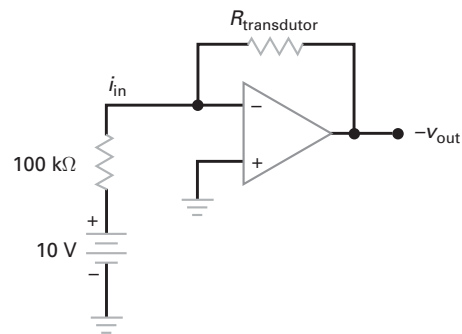

Figura 17-24
- 17-32** O resistor de realimentação na Figura 17-24 tem uma resistência que é controlada por ondas sonoras. Se a resistência de realimentação variar de forma senoidal entre $9 \text{ k}\Omega$ e $11 \text{ k}\Omega$, qual a tensão de saída?
- 17-33** A temperatura controla a resistência de realimentação na Figura 17-24. Se a resistência de realimentação variar de $1 \text{ k}\Omega$ a $10 \text{ k}\Omega$, qual a faixa da tensão de saída?